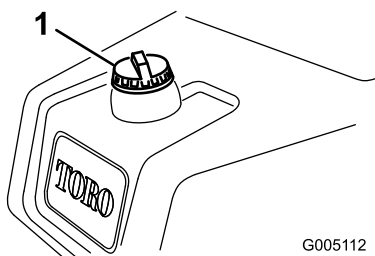

Рисунок 23
1. Очистите поверхность вокруг крышки топливного бака (Рисунок 23).